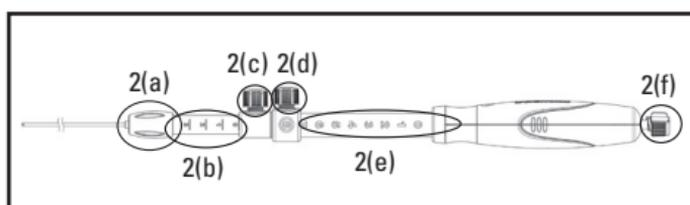

Figura 2.
- Compruebe que la aguja esté totalmente retraída y que el bloqueo de ajuste de la aguja (figura 2(d)) esté fijado en la posición cero (figura 2(e)).
- Determine la longitud de la vaina adecuada en relación con la longitud del ecoendoscopio. Utilice el bloqueo de ajuste de la vaina (figura 2(c)) para establecer la longitud deseada de la vaina y fijarla en su posición. Gire el bloqueo de ajuste de la vaina en el sentido de las agujas del reloj para fijar la vaina en su posición. La punta distal de la vaina debe ser visible en la imagen endoscópica.
Nota: los números de referencia y las marcas en el indicador de ajuste de la vaina (figura 2(b)) sólo se muestran como referencia.
- Siga haciendo avanzar el dispositivo hasta que salga del ecoendoscopio y la vaina se pueda ver en la imagen endoscópica. Apriete la conexión luer (figura 2(a)) girándola en el sentido de las agujas del reloj para
Nota: si es necesario ajustar la longitud de la vaina, afloje el bloqueo de ajuste de la vaina (figura 2(c)) y vuelva a colocarlo con el punto de referencia adecuado.
8. Ajuste la profundidad de penetración de la aguja a la posición deseada mediante el bloqueo de ajuste de la aguja (figura 2(d)). Para controlar la profundidad de la penetración de la aguja en el objetivo, afloje el bloqueo de ajuste de la aguja girando el mando en el sentido contrario al de las agujas del reloj. Alinee el bloqueo de ajuste de la aguja con el número de referencia adecuado en el mango del dispositivo. Fijelo girando el bloqueo de ajuste de la aguja en el sentido de las agujas del reloj.
Nota: los números de referencia del indicador de profundidad de la aguja (figura 2(e)) sólo se muestran como referencia. Los números de referencia representan la extensión de la aguja (en centímetros) cuando el dispositivo está en posición recta.
10. Extraiga el estilete (figura 2(f)) del puerto de aspiración del dispositivo aflojando y tirando suavemente de éste para sacarlo del mango del dispositivo.
Nota: el estilete se puede enrollar y sujetar mediante el mecanismo de la tapa del estilete (figura 2(f)). El estilete debe guardarse para realizar introducciones adicionales de la aguja durante un mismo procedimiento.
12. Conecte la jeringa suministrada al puerto de aspiración (figura 2 (f)) del mango del dispositivo.